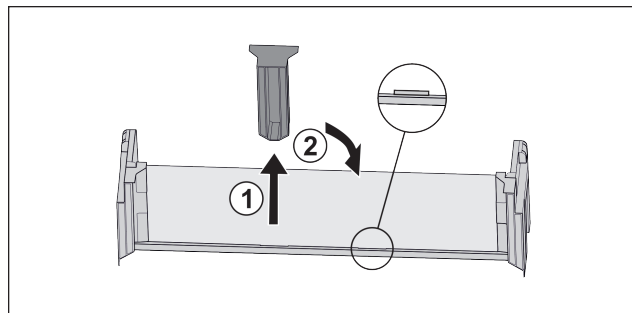

Fig. 18*
- Снимите среднюю поддерживающую деталь Fig. 18 (1).*
- Вставьте среднюю поддерживающую деталь во вторую позицию Fig. 18 (2).*